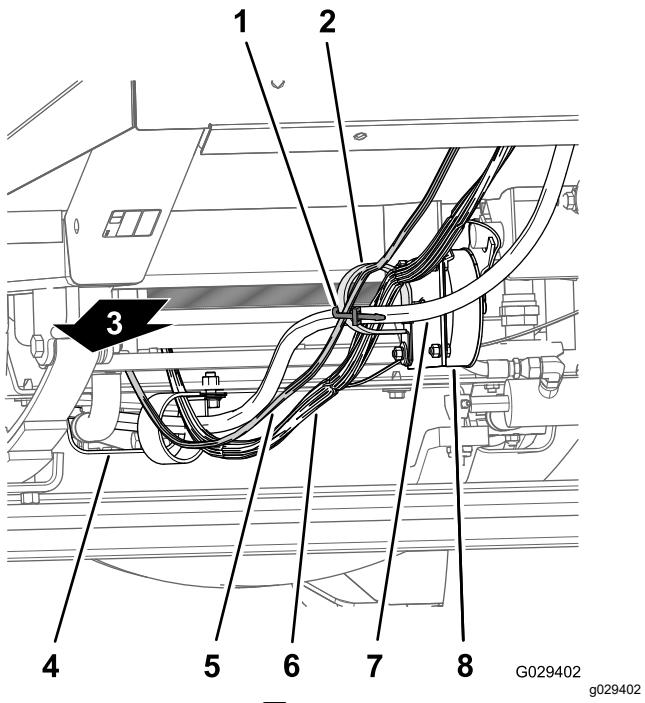
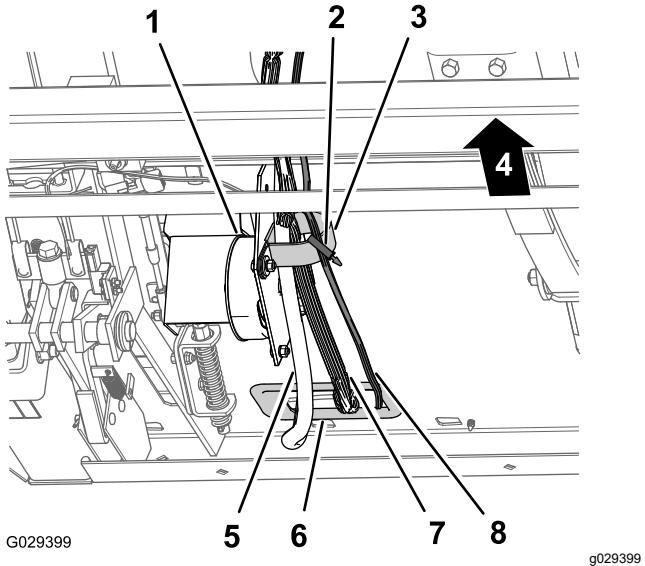

图 13
图 14
1. 沿着线束和机器的转向软管散热器下安装线束的 240cm 仪表板支管穿过散热器支架下面的 R 形软管夹和地面行驶速度控制线圈上的 R 形软管夹图 13 和 图 14。
2. 将线束的 240cm 仪表板支管布置到地面行驶速度控制线圈的 R 形夹上 **图 13 和 图 14**。